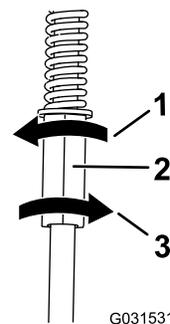

Рисунок 65
4. Поворачивайте левую тягу механизма управления с шагом в четверть оборота, пока машина не будет двигаться по прямой (Рисунок 65).